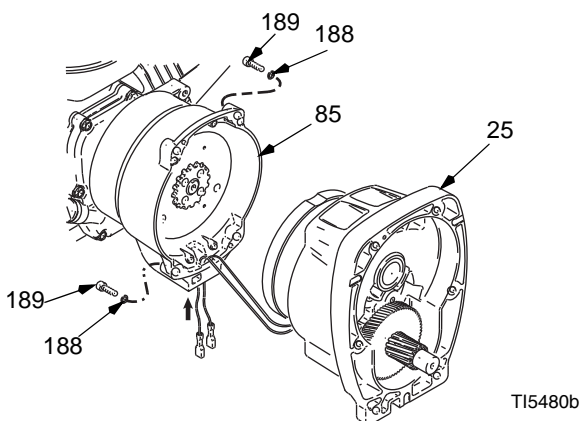
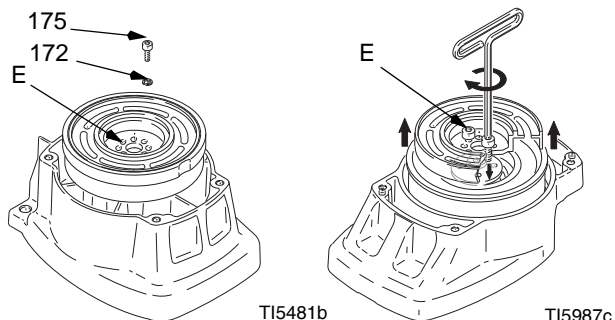

Рис. 4
Рис. 5
4. Рис. 4. Выкрутите четыре винта (189) с пружинными шайбами (188) и снимите узел шестерни (25).
5. Рис. 5. Уложите на верстак узел шестерни (25), стороной ротора вверх.
6. Выкрутите четыре винта (175) с пружинными шайбами (172). Установите два винта в отверстия с резьбой (E) в роторе. Для извлечения ротора, поочередно затягивайте винты.
9. Рис. 5. Уложите узел шестерни на верстак стороной ротора вверх.
10. Установите четыре винта (175) с пружинными шайбами (172). Поочередно затягивайте винты усилием в 14 Н/м, для надежной установки ротора. Для крепления ротора, используйте резьбовые отверстия.
11. Рис. 4. Установите узел шестерни (25), при помощи пяти винтов (189) с шайбами (188).